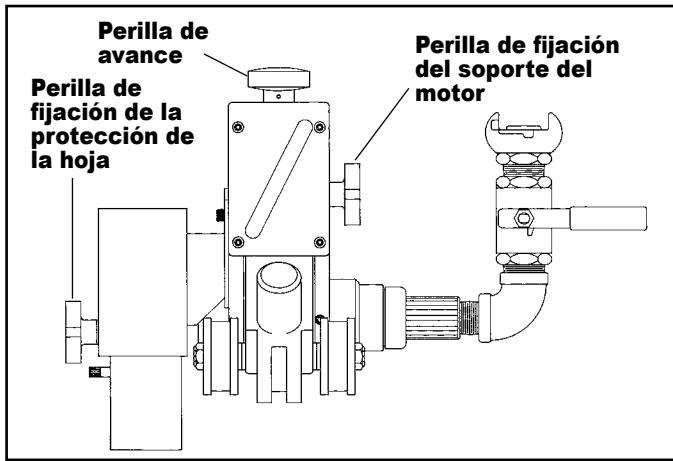

FIG. 4
- Afloje la perilla de fijación del soporte de motor. (Fig. 4)
- Retraiga el soporte de motor hasta la posición que está más arriba, girando la perilla de avance en sentido contrario a las agujas del reloj. (Fig. 4)
2. Gire la perilla de avance del cortatubos en el sentido de las agujas del reloj. (Fig. 4) Baje el motor y el cortatubos hasta que queden muy cerca del tubo, pero sin tocarlo. La perilla de fijación del soporte del motor debe estar ajustada pero debe permitir que el soporte se deslice.
- 2.* Una vez que se sabe el espesor del tubo que se desea cortar, gire la perilla de avance en el sentido de las agujas del reloj, (Fig. 4) hasta que la aguja indique la profundidad deseada del cortatubos. Deje al menos ¼ pulg. de hoja más allá de la profundidad de corte.
*La excepción a esto sería si la biseladora se usara para plástico, entonces el cortatubos estaría enganchado hasta que la biseladora comience a cortar. En este punto, se podría usar la aguja del indicador de profundidad para determinar la cantidad de biselado. Si se engancha completamente se produce 15/16 pulg. de biselado. (Fig. 4)
3. Ajuste la perilla de fijación del soporte de motor. (Fig. 4)
4. Ajuste la perilla de fijación de la protección de la hoja $\frac{1}{8}$ " del tubo. (Fig. 4)